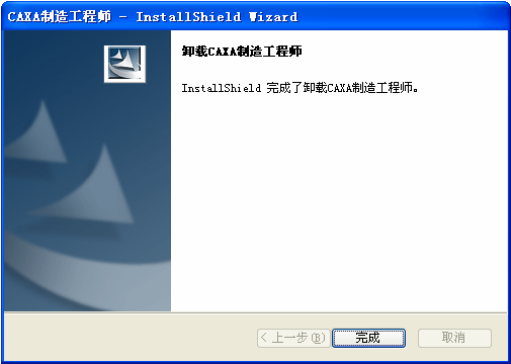

图 5-14 卸载完成界面
2) 单击“更改/删除”命令，将显示卸载进程，卸载完成后显示如图 5-14 所示的界面，单击“完成”按钮即可完成卸载。